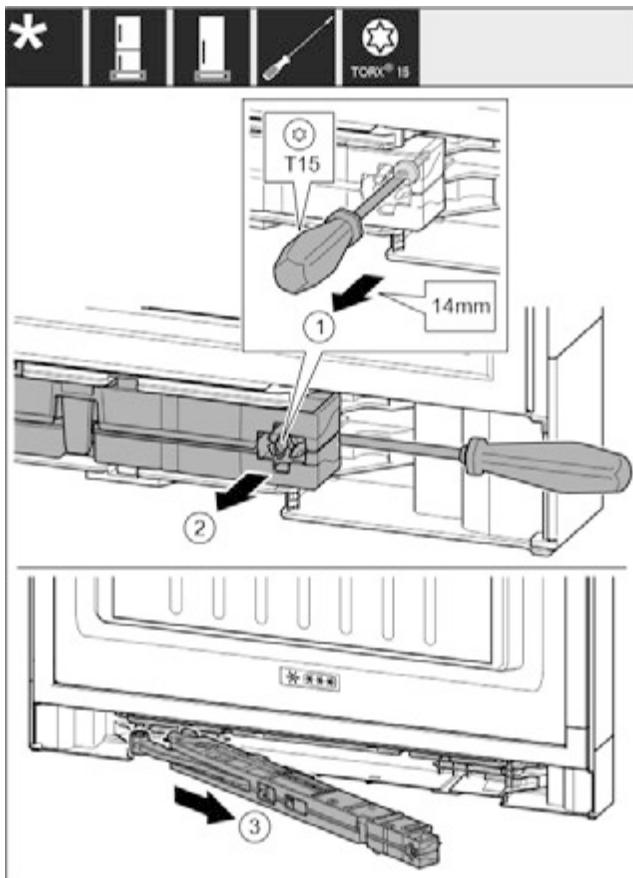

Fig. 14
- За допомогою викрутки T15 ослабте гвинт на демпферному вузлі приблизно на 14 мм. Fig. 14 (1)
- Перемістіть викрутку з боку ручки за демпферний вузол. Поверніть вузол уперед. Fig. 14 (2)
- Витягніть вузол. Fig. 14 (3)